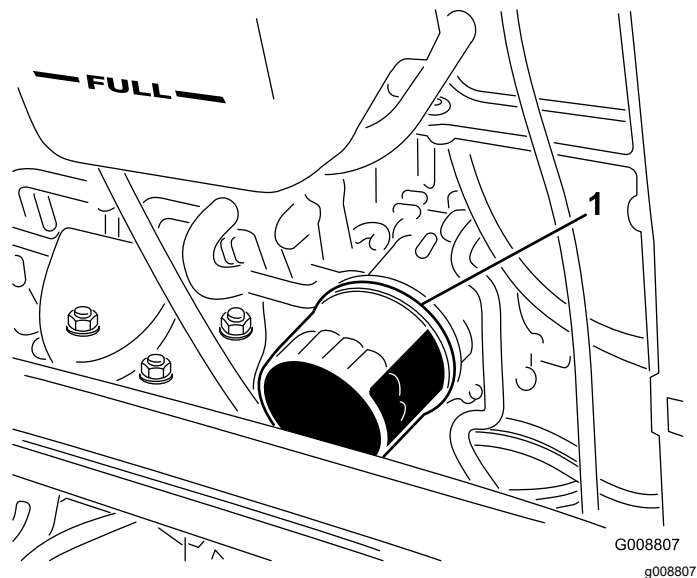

Figura 80
4. Togliete il filtro dell'olio (Figura 80).